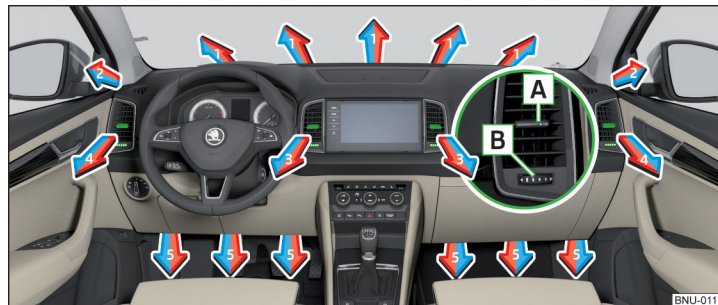
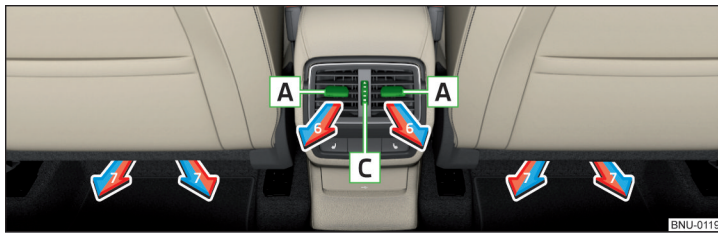

Fig. 156 Difusores de aire
Fig. 157 Difusores de aire traseros
En los difusores de aire **3**, **4** » fig. 156 y **6** » fig. 157 se puede modificar el sentido de la corriente de aire, y los difusores se pueden también cerrar y abrir individualmente.
El ajuste de la dirección de corriente del aire se realiza por el desplazamiento del elemento de ajuste **A** » fig. 156 o » fig. 157 en la dirección deseada.
- Gire el regulador **B** » fig. 156 hacia la derecha.
- Gire el regulador **C** » fig. 157 hacia arriba.
- Gire el regulador **B** » fig. 156 hacia la izquierda.
- Gire el regulador **C** » fig. 157 hacia abajo.
Ajustar la dirección de salida de aire	Difusores de salida de aire » fig. 156 y » fig. 157